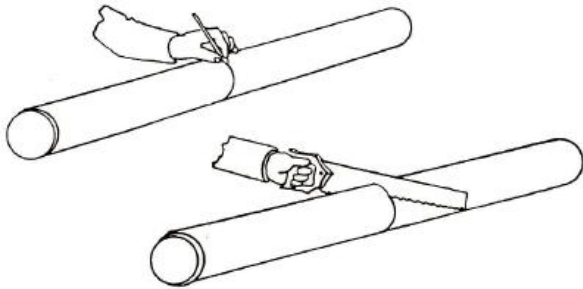

Bild 11: Anzeichnen und ablängen
- gewünschtes Mass anzeichnen und mit feinzahniger Säge ablängen (Bild 11).